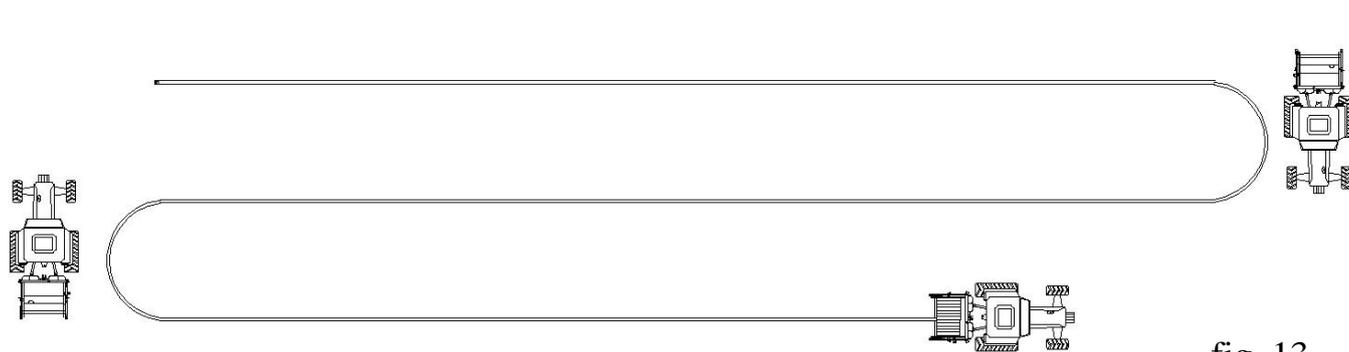

fig. 13
**-Stendere l'intera manichetta** sul terreno senza sovrapporla e calpestarla lasciando in testa all'appezzamento lo spazio per passare con il trattore (fig.13)